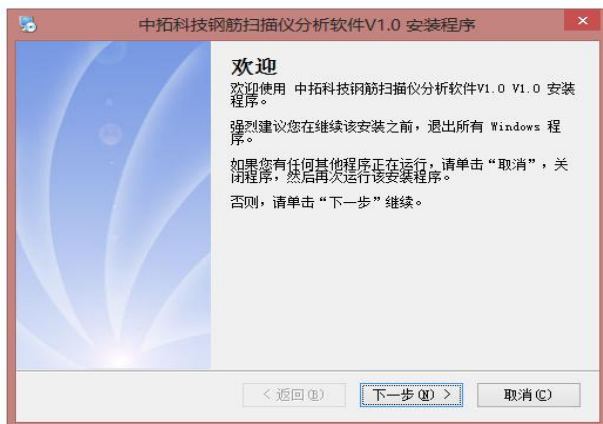
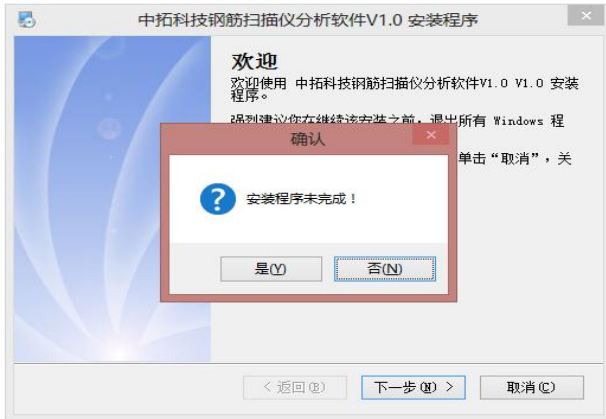

图 6-1-1
图 6-1-3
1、打开安装光盘，双击中拓科技钢筋扫描仪分析软件文件夹中的 Setup 图标，计算机先复制文件，复制结束后则会出现如图 6-1-1 的安装界面。点击 **下一步** 则进入图 6-1-1，此时可输入用户信息，不输入则点击 **下一步** 进入安装界面，点击 **取消** 则出现退出软件安装界面（如图 6-1-3），点击图 6-1-3 中的 **否** 返回图 6-1-1 的安装界面，点击 **是** 则软件退出安装。
2、进入图 6-2-1 安装界面，在此界面点击**更改**可以更改程序的安装路径，点击**下一步**进入 6-2-2，点击**返回**则返回图 6-1-1 界面，点击**取消**则如图 6-1-3 界面。进入图 6-2-2 点击**下一步**则进入图 6-2-3，点击**下一步**进行安装。完成后，进入图 6-2-4，点击**下一步**进行 USB 驱动程序安装。